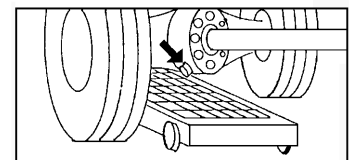

Fig.3.2
- 2) デフの場合は、ドレンプラグが真下よりやや斜めにある場合が多いので、ドレン受けはややずらして、プラグを外したときに正確にオイルが受けられる位置にセットするよう注意してください。(Fig.3.2)